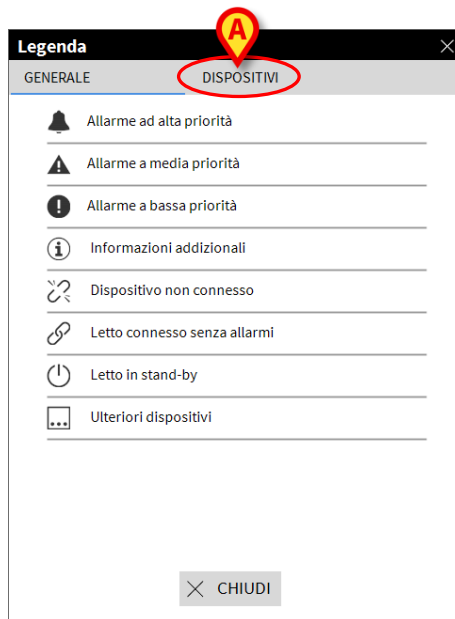

Fig 62
Si aprirà la seguente finestra (Fig 62).
La finestra contiene una lista delle icone “Generali” che possono apparire in contesti differenti. Un'altra lista di icone, quelle che si riferiscono ai dispositivi, può essere visualizzata cliccando il pulsante **Dispositivi** indicato in Fig 62 **A**.
- Cliccare il pulsante **Dispositivi** indicato in Fig 62 **A**.